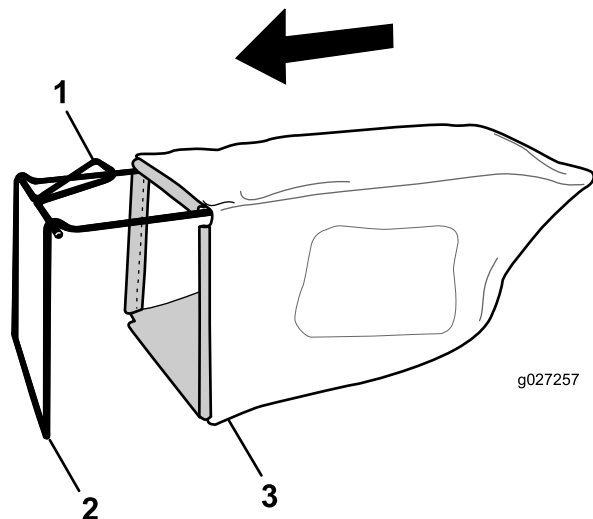

Figure 6
1. Glissez le bac sur l'armature, comme montré à la Figure 6.
Remarque: Ne faites pas passer le bac sur le guidon (Figure 6).